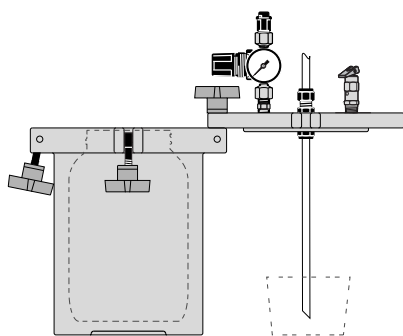

Figura 2
3. Asportare la copertura del serbatoio e riporla momentaneamente richiudendo uno dei morsetti (Figura 2). Al momento di ricaricare il serbatoio, asportare con una tazza (non in dotazione) l'eventuale materiale in eccesso che sgocciola dal tubo di alimentazione.